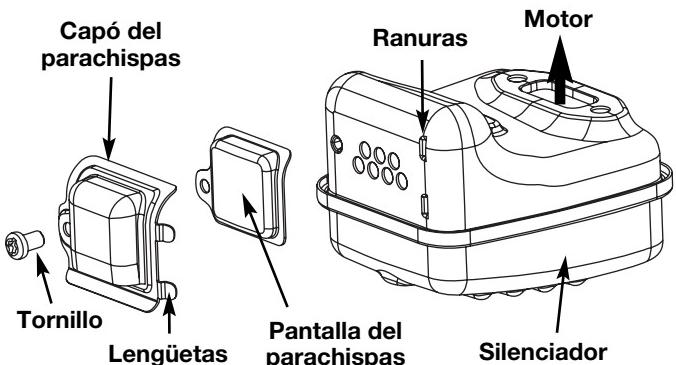

Fig. 37
2. Localice el silenciador, pero no lo quite. Busque el tornillo en la parte inferior del silenciador (Fig. 37). Quite el tornillo usando una llave torx No. 20 o un destornillador plano.